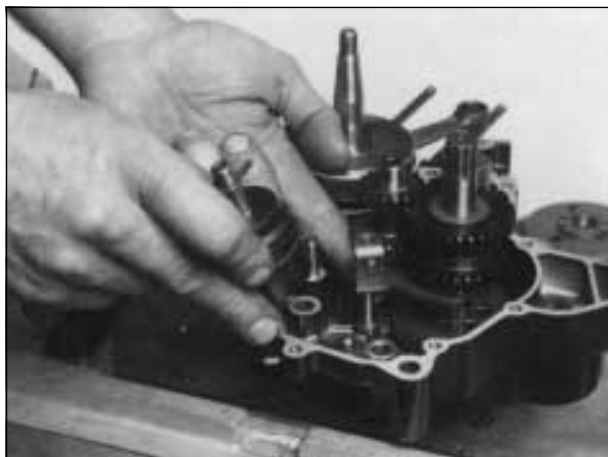

Fig. 25
- 24) SFILARE l'albero secondario (Fig. 24) unitamente all'albero desmodromico (Fig. 25), alle forcelle sposta-marce (Fig. 26) e le relative rondelle di rasamento inferiori sollevando leggermente l'albero primario.
- 24) REMOVE the driven shaft (Fig. 24) together with the shift cam (Fig. 25), the shift forks (Fig. 26) and then the lower washers slightly lifting the main shaft.